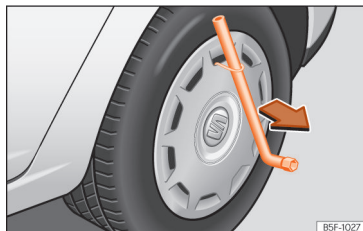

Abb. 237 Die Radvollblende vom Rad abnehmen.
- Radschlüssel durch den Drahtbügel schieben, am Reifen abstützen und Radvollblende abziehen >>> (Abb. 237).